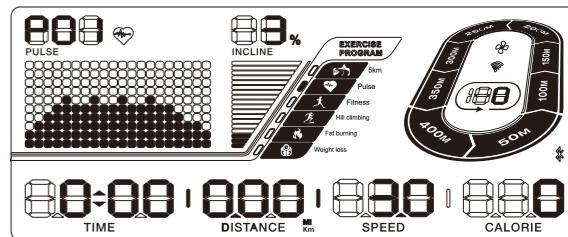

图25
2. 我们为您在面板上设置了心跳训练程式快捷键。(图25所示)